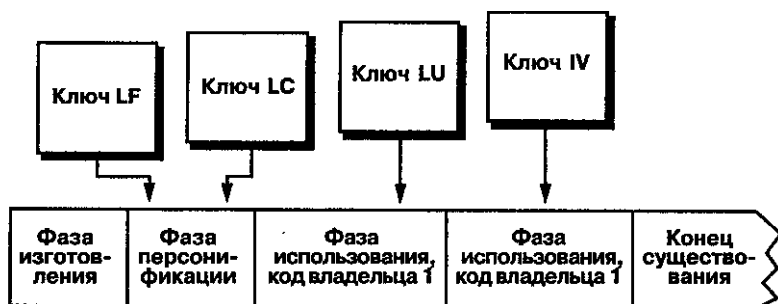

Рис. 1.9. Различные ключи карт BULL CP8
у дистрибьютора в момент ее персонализации, четыре ключа, изображенные на рис. 1.9, могут быть необратимо введены в действие в конце каждой фазы жизненного цикла карты: первый ключ (LF) - до того как чип, индивидуально пронумерованный, покинул завод, а второй (LC) - когда дистрибьютор заканчивает свою работу по персонализации.